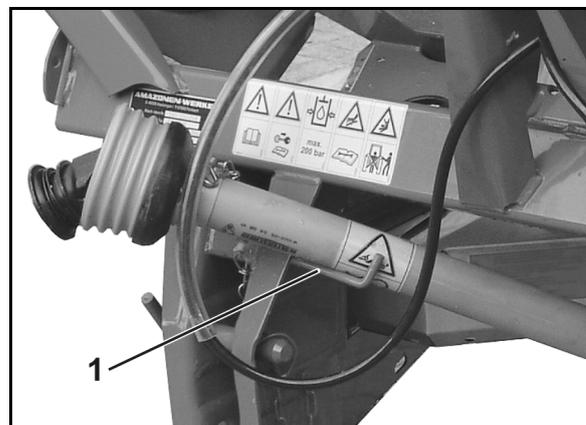

Fig. 34
5. Poggiare l'albero cardanico sull'apposito supporto (Fig. 34/1).